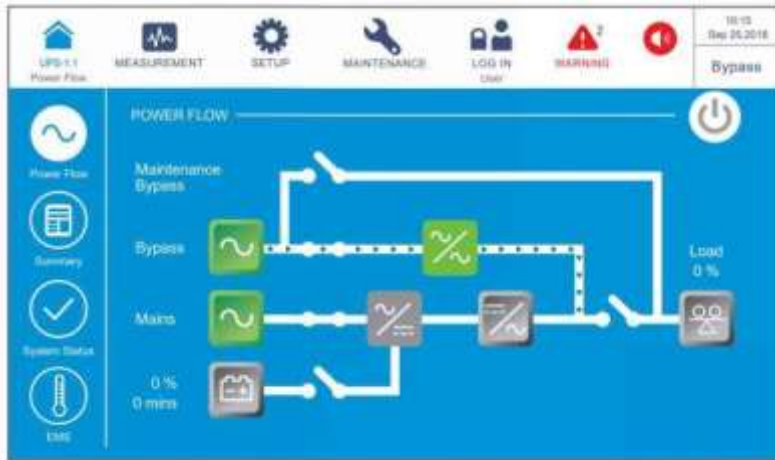

Рисунок 6-69: Экран байпасного режима
- 3) После выбора 'YES', ИБП прекратит внутреннее тестирование без нагрузки и перейдет в байпасный режим. В этот момент трехцветный светодиодный индикатор горит желтым, и появляется следующий экран (**Рисунок 6-69**). Расположение трехцветного светодиодного индикатора см. на **Рисунке 2-11**.